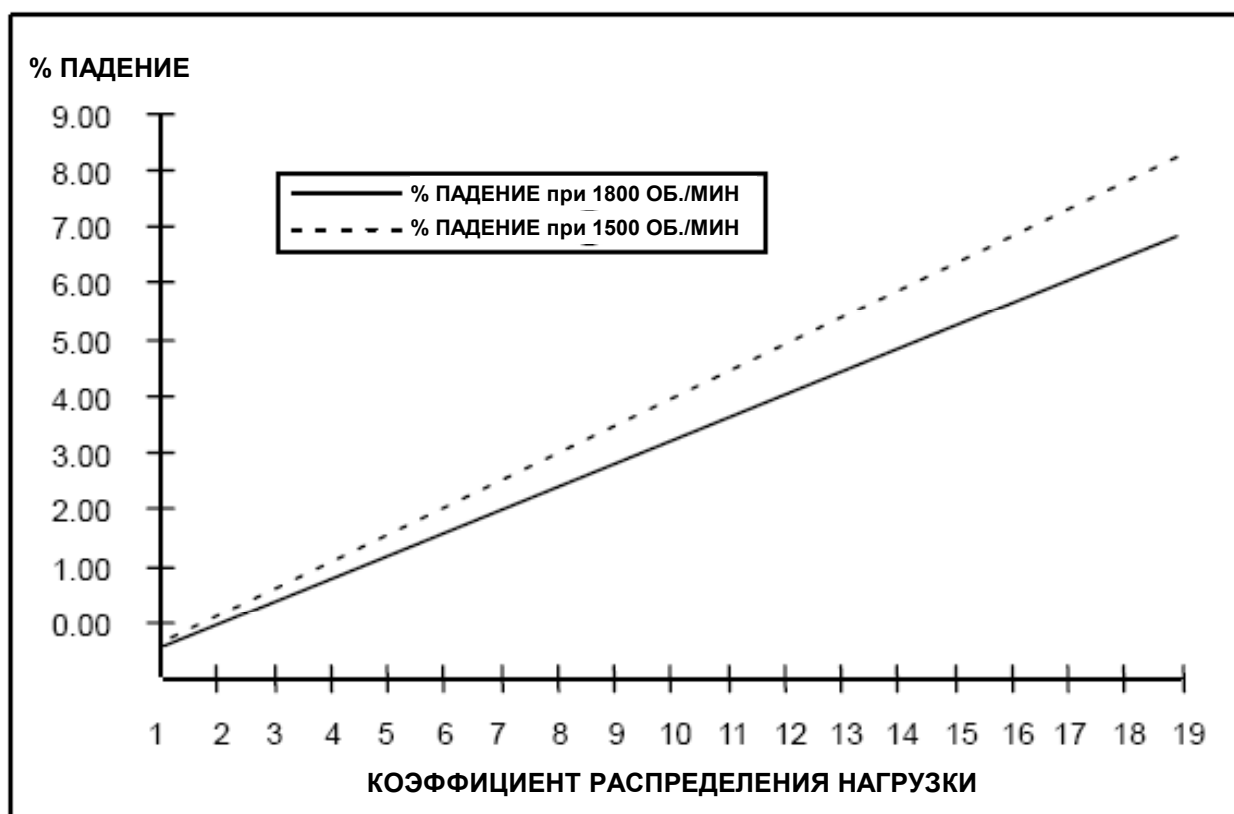

РИСУНОК 5-7. ПРОЦЕНТНОЕ ОТНОШЕНИЕ ПАДЕНИЯ СКОРОСТИ К КОЭФФИЦИЕНТУ РАСПРЕДЕЛЕНИЯ МОЩНОСТИ
2. Подайте 100% нагрузку на генераторную установку и отрегулируйте коэффициент распределения напряжения, чтобы получить рабочую частоту при полной нагрузке. Отрегулируйте коэффициент распределения нагрузки KVAR, чтобы получить рабочее напряжение при полной нагрузке. Стандартные установки коэффициента при определенном уровне снижения характеристик питания см. Рисунок 5-7.